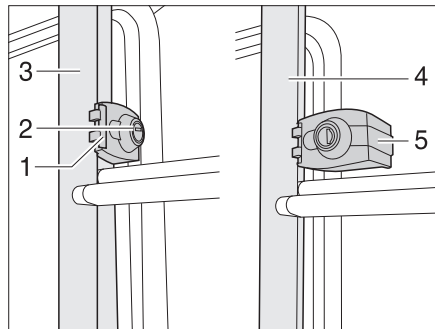

Bild 3 Heckleiter-Verriegelung
- Den Schlüssel in den Schließzylinder (Bild 3,2) der Heckleiter-Verriegelung (Bild 3,1) stecken und eine viertel Umdrehung drehen, bis der Schlüssel senkrecht steht.
- Den klappbaren Teil der Heckleiter (Bild 3,4) festhalten und den Sicherheitsbügel (Bild 3,5) ausschwenken.
- Den Schlüssel in den Schließzylinder (Bild 3,2) der Heckleiter-Verriegelung (Bild 3,1) stecken.
- Den Sicherheitsbügel (Bild 3,5) nach innen um das Rohr des festen Teils der Heckleiter (Bild 3,3) schwenken.